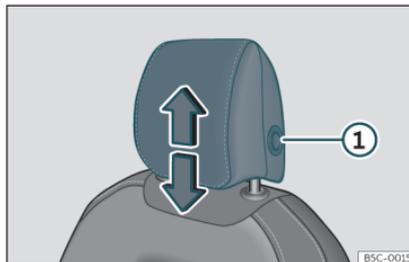
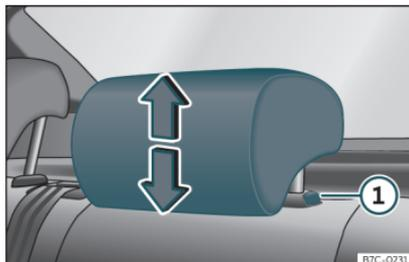

Fig. 97 Siège avant : réglage de l'appuie-tête.
Fig. 98 Appuie-tête arrière : réglage de l'appuie-tête.
Pour le rabaisser, faites de même en appuyant sur le bouton latéral ① » » fig. 97 » » fig. 98.
- Appuyez sur le bouton latéral » » fig. 97 ① et retirez les appuie-tête.